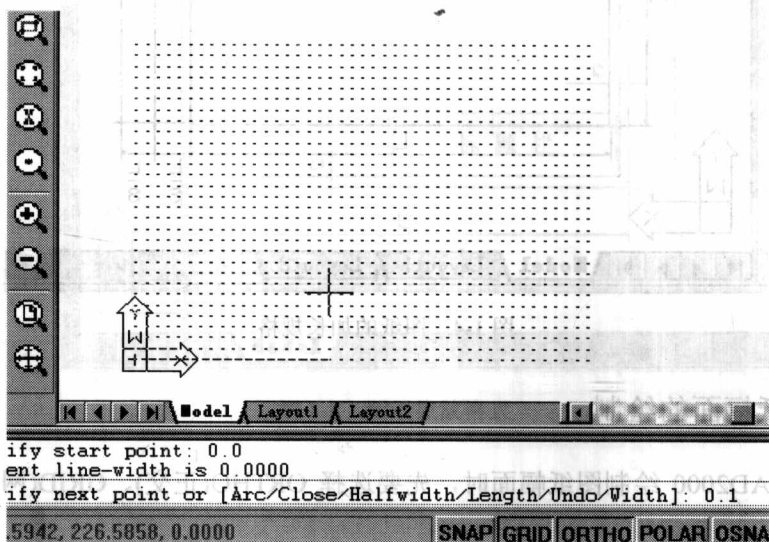
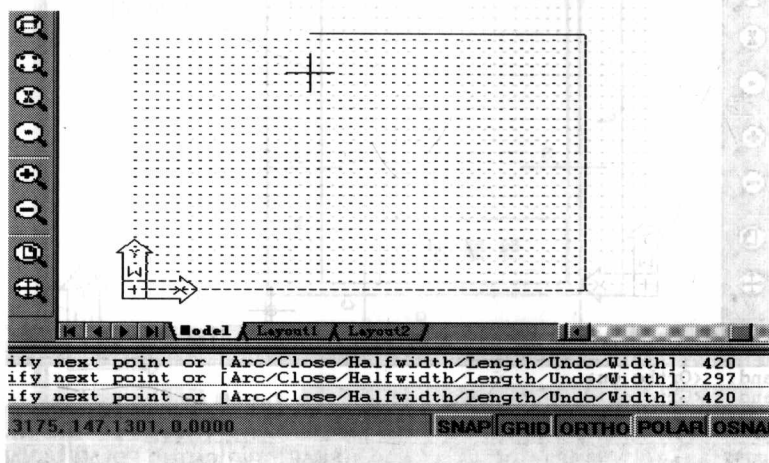
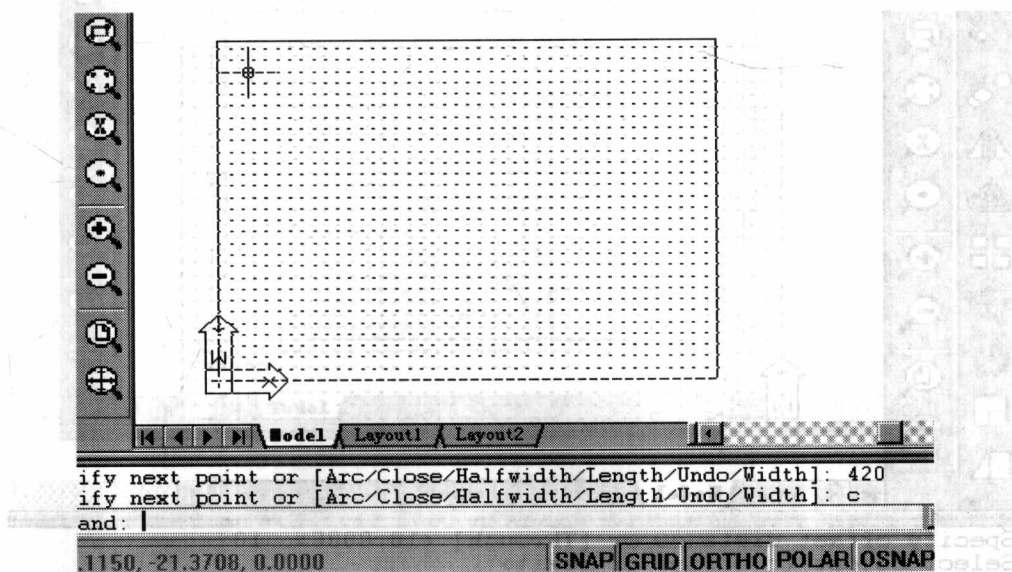

图 1-6 输入幅面第一点坐标
图 1-7 输入幅面第二点距离
图 1-8 图纸幅面完成
- (1) 为了能在画面上看到全部图形,先将显示比例缩小到0.8。
- (2) 点取命令 Pline(多义线)。
- (3) 用键盘输入第一点的坐标(0,0),见图 1-6。
- (4) 输入线宽 0.1。
- (5) 将鼠标向右移,输入第二点距离 420。
- (6) 将鼠标向上移,输入距离 297,见图 1-7。
- (7) 将鼠标左移,输入距离 420。
- (8) 输入 c,完成图纸幅面,见图 1-8。